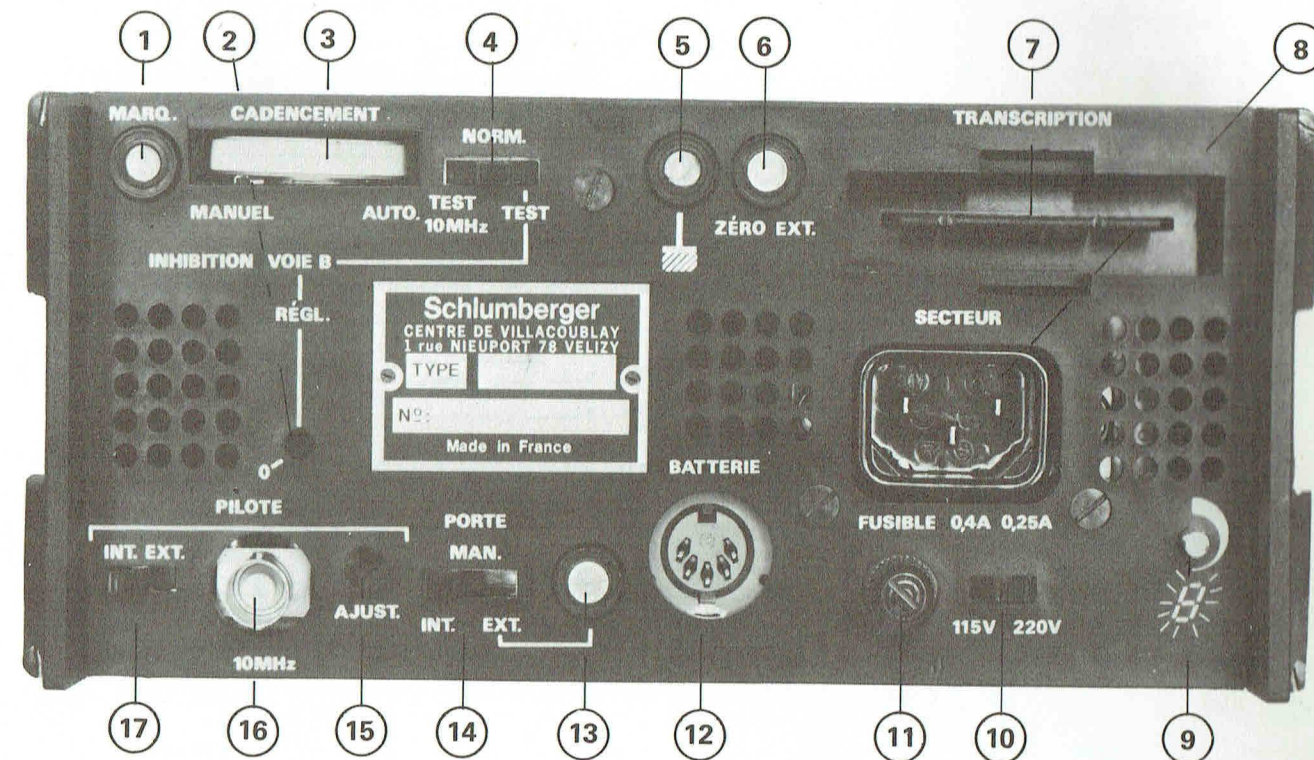

Fig. 1 - Panneau arrière - fonctions générales
- ⑦ Régler le seuil de déclenchement du signal voie A. La position de précentrage à 0 est déterminée lorsque l'index du bouton se trouve en regard de l'indication PR du panneau avant (interrupteur enclenché).
- ⑧ Raccorder le signal voie A ou B
- ⑨ Raccorder le signal entrée pilote externe. (fig. 1, repère 17 et 16, page 31).
La porte de comptage est ouverte en permanence, lorsque le commutateur PORTE est placé en position MAN (fig. 1 rep. 14).
La porte de comptage est ouverte pendant le temps de mise à la masse de l'entrée PORTE EXT. (fig. 1 rep. 13) le commutateur PORTE (fig. 1 rep. 14) étant placé sur EXT.
1. INH indique que lors du fonctionnement en intervalle de temps, la voie B est inhibée pendant un temps déterminé à partir du panneau arrière (fig. 1 rep. 2 et 4 option FB 2602/2).
Se reporter page 31 Fig. 1